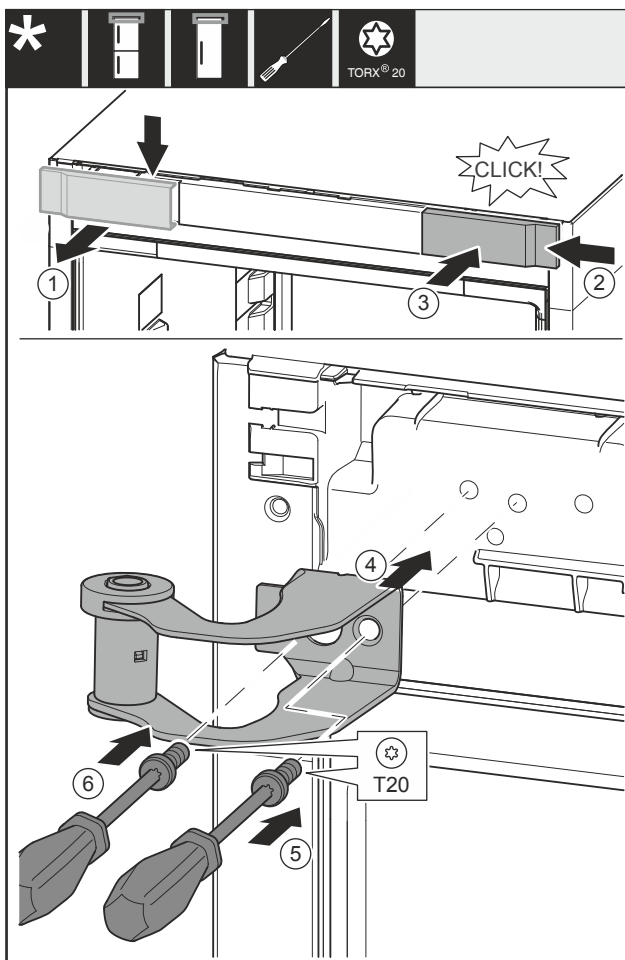

Fig. 11
- Tag afdækningen Fig. 11 (1) af oppefra og fremefter.
- Indsæt afdækningen Fig. 11 (2) på den anden side fra højre, drejet 180°.
- Lad afdækningen Fig. 11 (3) gå i indgreb.
- Påsæt det øverste lejebeslag Fig. 11 (4).
- Skru skruen Fig. 11 (5) fast.
- Skru skruen Fig. 11 (6) fast.